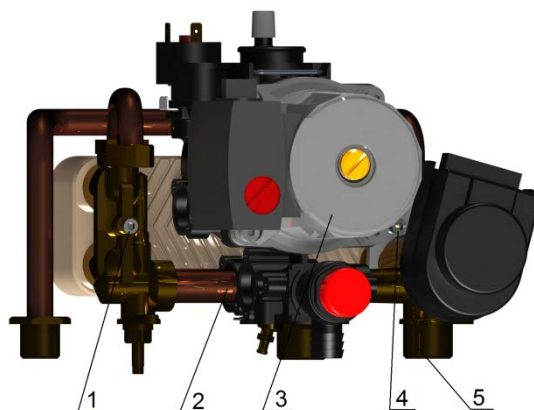

Рис. 17 Демонтаж насоса
- отвернуть винты (1) и (4) крепления вторичного теплообменника, см. рисунок 17;
- извлечь трубу (2) вместе с узлом подпитки насоса, потянув влево;
- извлечь трехходовой узел (5), потянув его вправо;